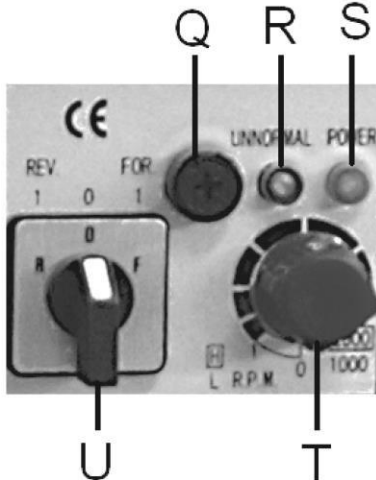

Рис.3
Убедитесь, что выключатель Rev/OFF/Fwd (реверс/выкл/вперед) (U, Рис.3) находится в положении ВЫКЛ. (OFF) прежде, чем Вы будете подключать станок к электросети.
**Лампа индикации напряжения (S, Рис. 3) светится при включении в сеть.**